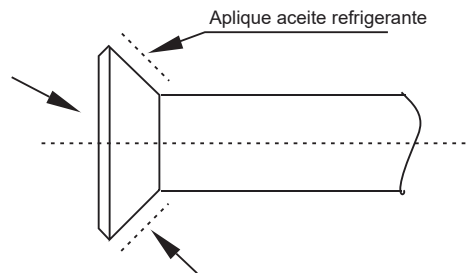

Figura 31
- Antes de instalar la tapa del soporte en el soporte de la tubería, aplique un poco de aceite refrigerante en el soporte (tanto dentro como fuera) y, a continuación, gírelo tres o cuatro veces antes de ajustar la tapa. Vea la Figura 31.